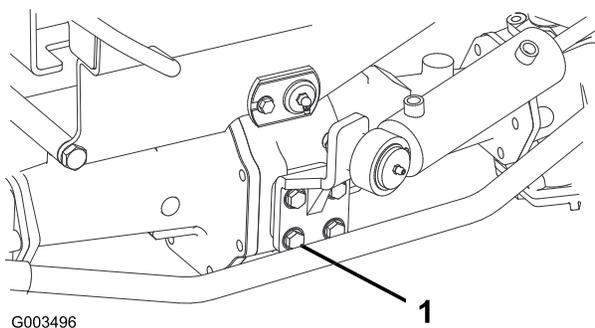

Рисунок 67
2. Затяните 4 болта крепления цилиндра рулевого управления (Рисунок 67) с моментом от 65 до 81 Н·м.